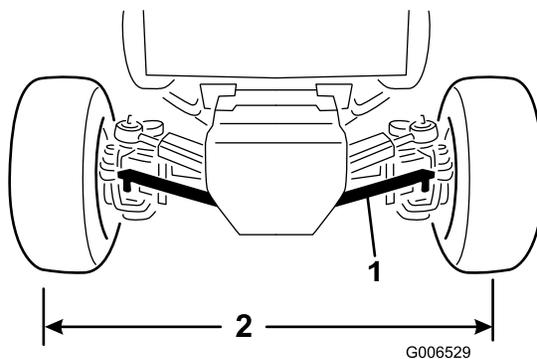

Figure 59
2. Enlevez les écrous qui fixent une des rotules de biellette au support de montage sur le pont et détachez la rotule du pont (Figure 59).
4. Tournez la rotule de biellette dans un sens ou dans l'autre jusqu'à ce que l'entraxe soit égal à l'avant et à l'arrière des roues arrière (Figure 59).